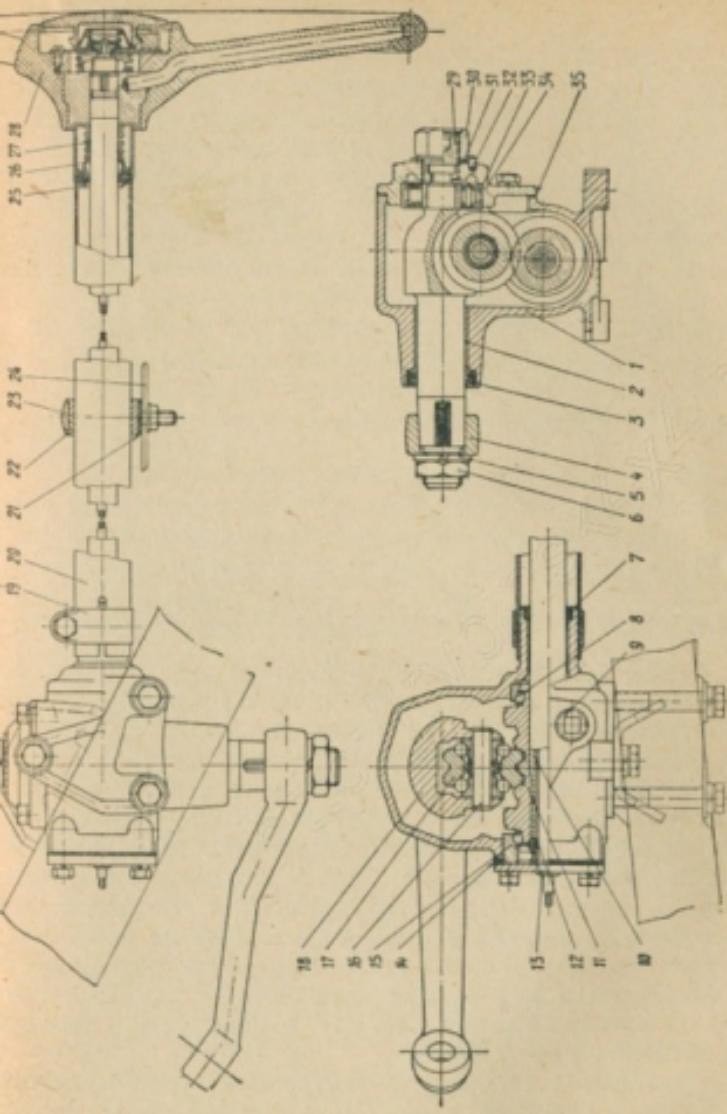

Рис. 92. Рулевой механизм:
Устройство рулевого механизма показано на рис. 92. Рабочей парой рулевого механизма является глобоидальный червяк 11 и двухгребневый ролик 17. Червяк, напрессованный на пустотелый вал 10, установлен в картере 1 на двух конических роликоподшипниках 8 и 15. Надежность соединения червяка с валом обеспечивается шпоночным выступом и шлицами червяка.
Регулировка затяжки подшипников червяка производится с помощью прокладок *14* (см. рис. 92), установленных между картером и нижней крышкой картера рулевого механизма, в следующей последовательности:
3. Отвернуть колпачковую гайку и снять стопорную шайбу 31 со штифта 32 (см. рис. 92).